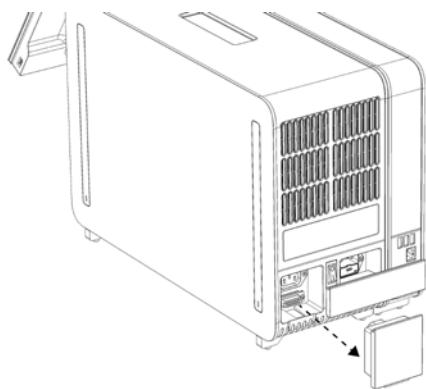

Figura 12. Scoaterea punții de conexiuni.
- 1d. Scoateți puntea de conexiuni din partea din spate a modulului analitic (Figura 12, pagina următoare).